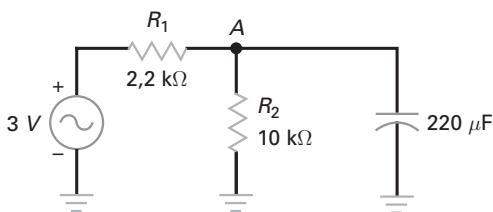

Figura 8-32
- 8-5** Na Figura 8-32, qual é o menor valor da frequência para que o capacitor de desvio funcione adequadamente?
- 8-6** Se a resistência em série mudar para $10\text{ k}\Omega$ na Figura 8-32, qual é o valor da menor frequência para que o capacitor de desvio funcione adequadamente?
- 8-7** Se o capacitor mudar para $47\text{ }\mu\text{F}$ na Figura 8-32, qual é o valor da menor frequência para que o capacitor de desvio funcione adequadamente?
- 8-8** Se a menor frequência de entrada na Figura 8-32 for de 1 kHz, qual é o valor necessário de C para que exista um bom desvio?
8-36 Suponha que você esteja num laboratório testando o circuito da Figura 8-32. Quando você aumenta a frequência do gerador, a tensão no anodo A diminui até que ela se torna muito pequena para ser medida. Se você continua a aumentar a frequência, bem acima de 10 MHz, a tensão no anodo A começa a aumentar. Você pode explicar por que isso acontece?